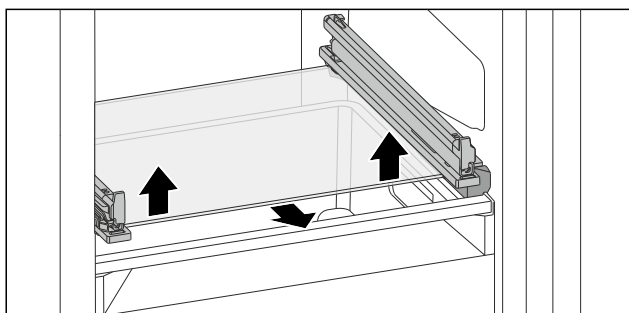

Fig. 139 Стеклнная пластина откидного выдвижного ящика
- Нажмите на стеклнную пластину снизу вверх с обеих сторон. (см. Fig. 139)